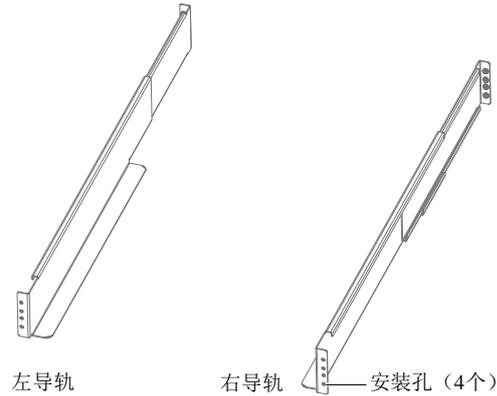

图2-11 导轨外观
1) 从包装箱中取出导轨（左右导轨各一支）、导轨螺钉和面板螺钉，按照图 2-11 区分左右导轨，并分别确认其伸缩功能。
2. 导轨每端都有 4 个安装孔（见图 2-11），固定导轨时不得使用中间两个安装孔；推荐使用最上面和最下面的两个安装孔（由上至下第 1 个安装孔和第 4 个安装孔）。